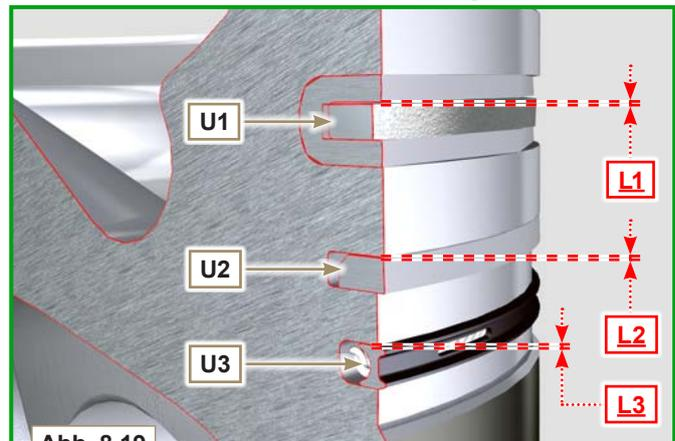

Abb. 8.19
**ANMERKUNG:** Abb. 8.19 beachten, um die Kolbenringe zu finden.